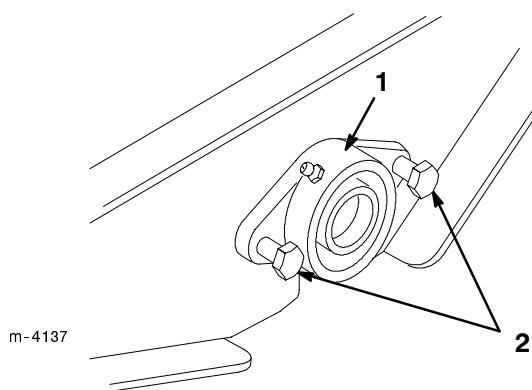

Abbildung 21
4. Die beiden Schrauben lösen, mit denen die Sicherungsmanschette der Achse befestigt ist (Abb. 21).